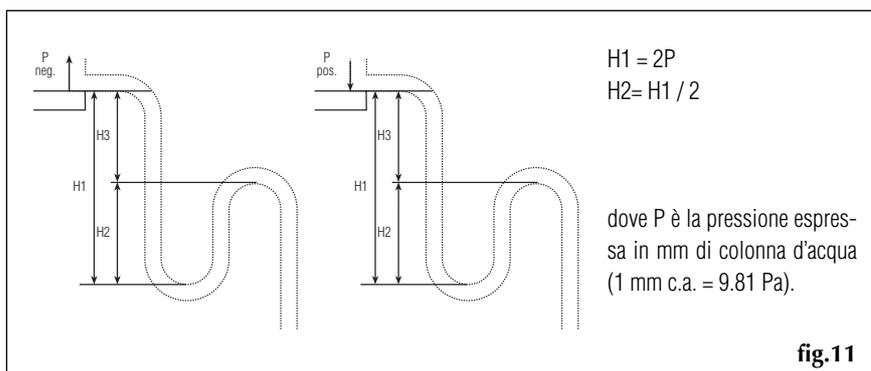

fig.11
- in corrispondenza dello scarico della condensa, deve essere previsto uno spazio di almeno 200 mm per eseguire il sifone (fig. 11).